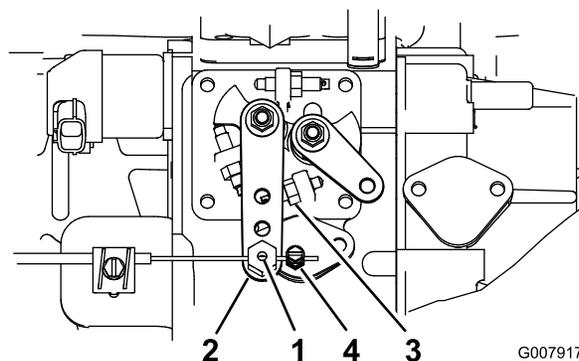

Figura 65
3. Tenete il braccio della leva della pompa di iniezione contro il fermo della minima superiore (Figura 65).
2. Allentate il raccordo del cavo dell'acceleratore, sul cavo dell'acceleratore, vicino alla leva della pompa di iniezione (Figura 65).